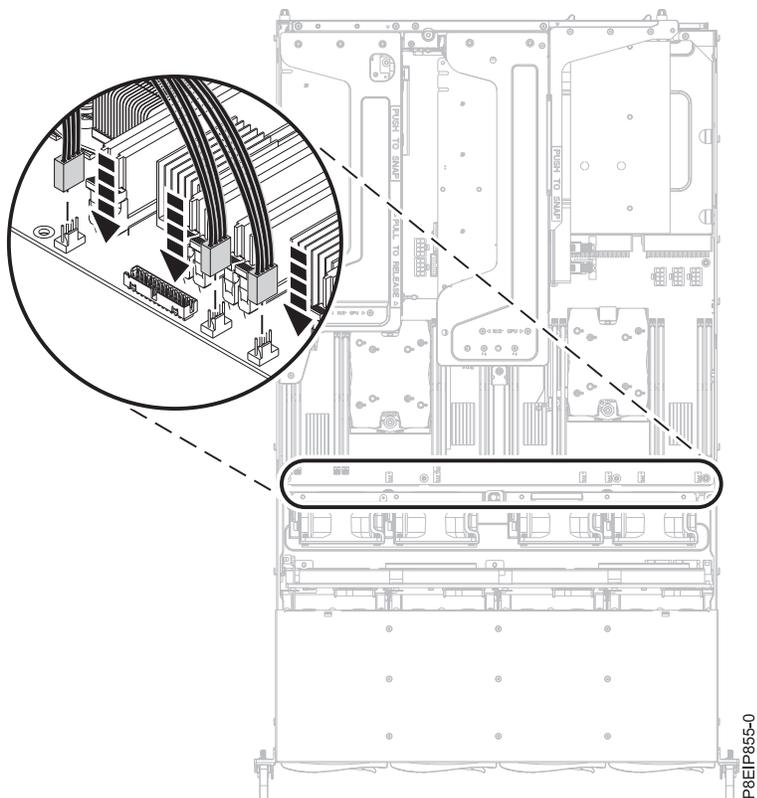

Figure 73. Connexion des câbles du ventilateur
17. Connectez les quatre câbles d'alimentation du ventilateur au fond de panier système, comme indiqué dans la figure 73, à la page 63. Ne tirez pas sur les fils.